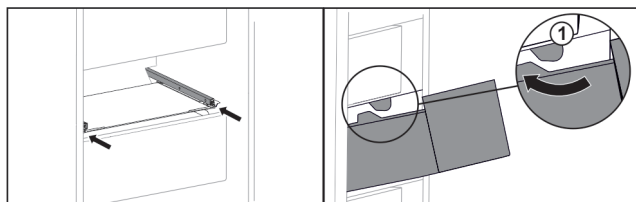

Fig. 149
- ▶ Introduzca el cajón rodeando los topes Fig. 149 (1).